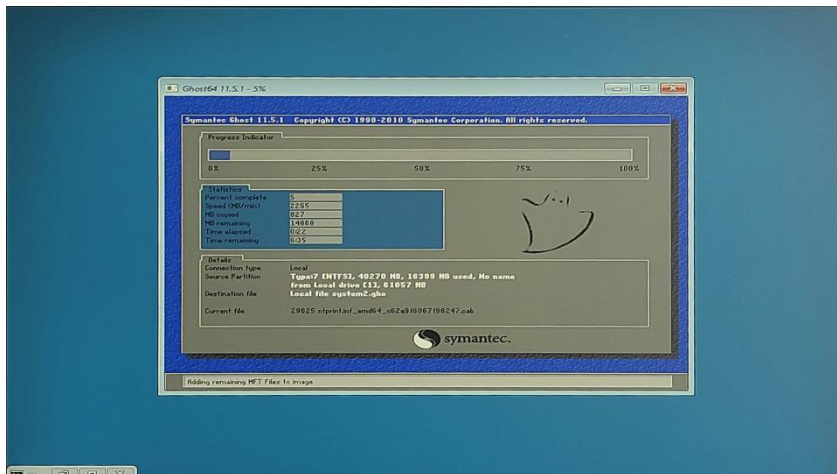

图 3 系统备份界面
(4) 进入到系统备份界面（如图 3 所示）等待备份完成，备份完成后会自动重启，重启后会进入图 1，最后需按 Enter 键确认，等待进入系统即可。